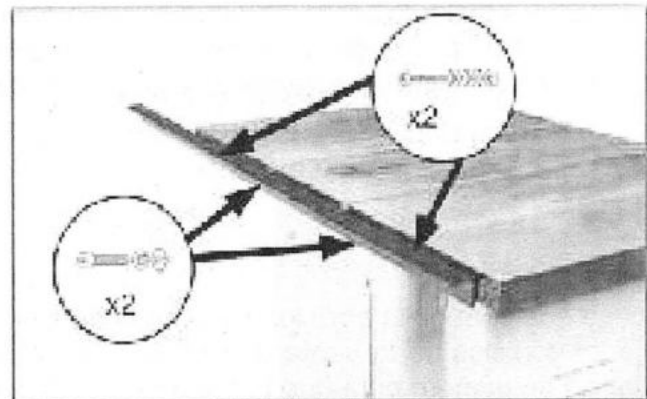

Figura 17.
12. Fije el riel trasero de los agujeros en la mesa principal con dos tornillos M10-1.5 x 25 , arandelas de presión de 10 mm, y arandelas planas de 10 mm, como se muestra en la Figura 17. Asegúrese de que el riel trasero es paralelo a la mesa y debajo de las ranuras de inglete antes de apretar completamente los tornillos.